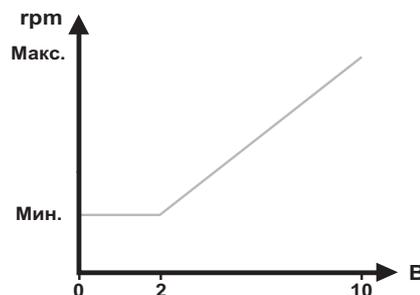

Рис. 61 Зависимость скорости насоса от установленного значения сигнала 0–10 В
1) Когда насос находится под управлением внешнего сигнала 0–10 В, его рабочее состояние изменяется на основе диапазона уровней входного сигнала. График зависимости скорости насоса от установленного значения сигнала 0–10 В приведен на рис. 61